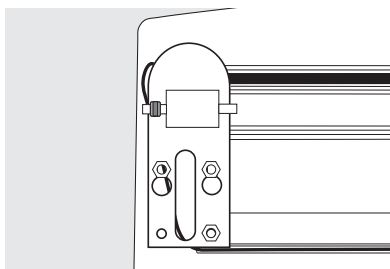

Figure 7
18. Retirez la charnière inférieure gauche à l'aide d'une clé de 5/16 po (8 mm) et installez-la du côté droit. Figure 7. Utilisez un tournevis hexagonal de 1/4 po pour retirer les deux vis du canal en plastique du côté droit et déplacez-le du côté gauche en utilisant les emplacements de vis fournis.